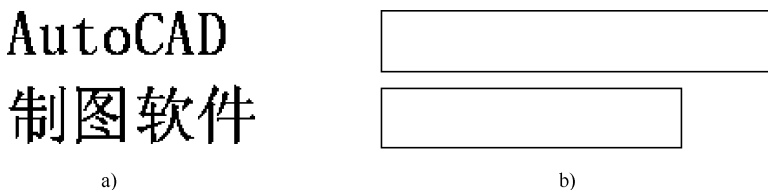

图 9-15 文字对象的不同显示效果
(2) 输入“ON”打开文字显示，输入“OFF”关闭文字显示。
(3) 选择【视图】|【重生成】菜单命令，所有文字将以线框形式显示，两者比较如图 9-15 所示。